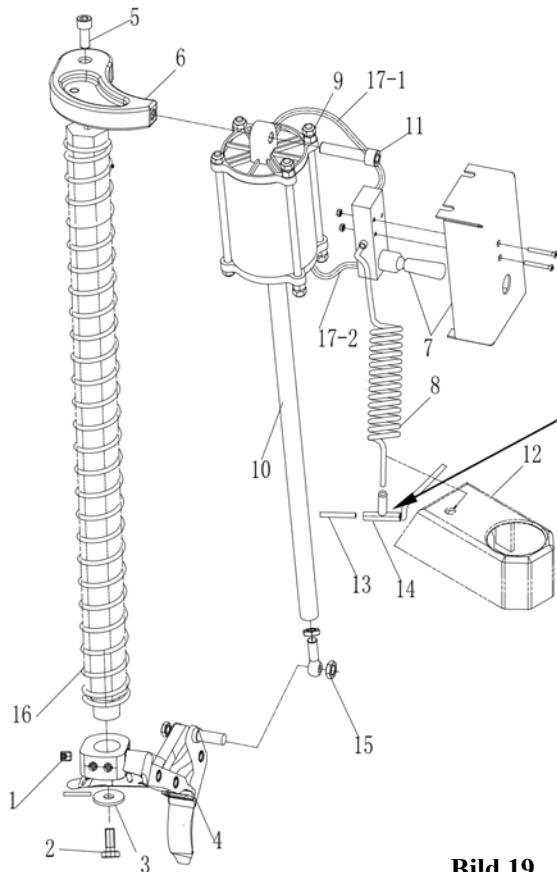

Bild 19
14.6. Sammanställning (Bild 19)
Bild 19 presenterar delar av monteringshuvudet utan däckjärn.